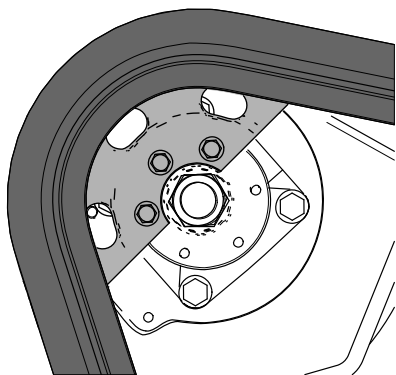

Figura 64
17. Mova o controlo de tração para a frente até que a outra metade da roda motora engate na lagarta (Figura 64).